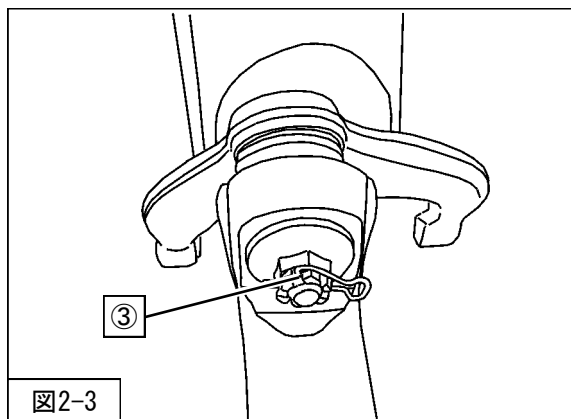

図2-3
③アッパーアームジョイントナット・クリップ（締付トルク：87N・m）を取付けてください。（図2-3）